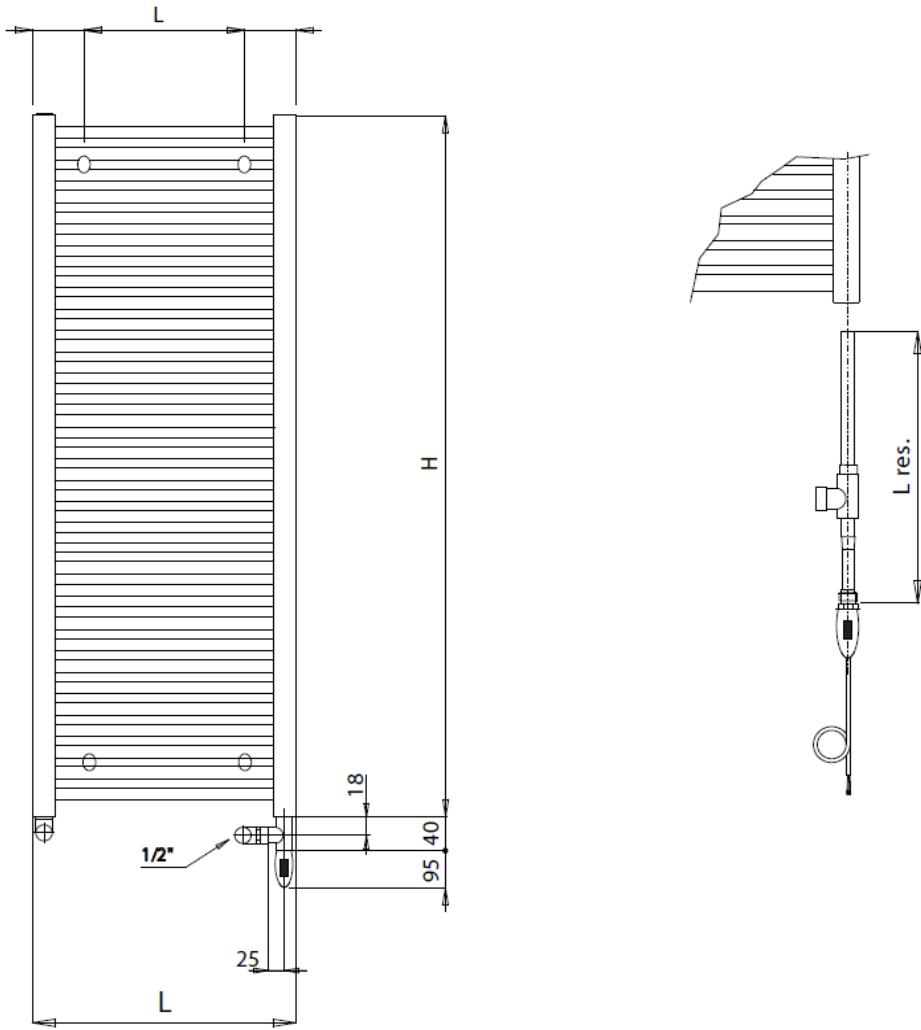

FIGURA 2
- 1 - Il dispositivo deve essere applicato allo scaldasalviette come illustrato in figura 2.